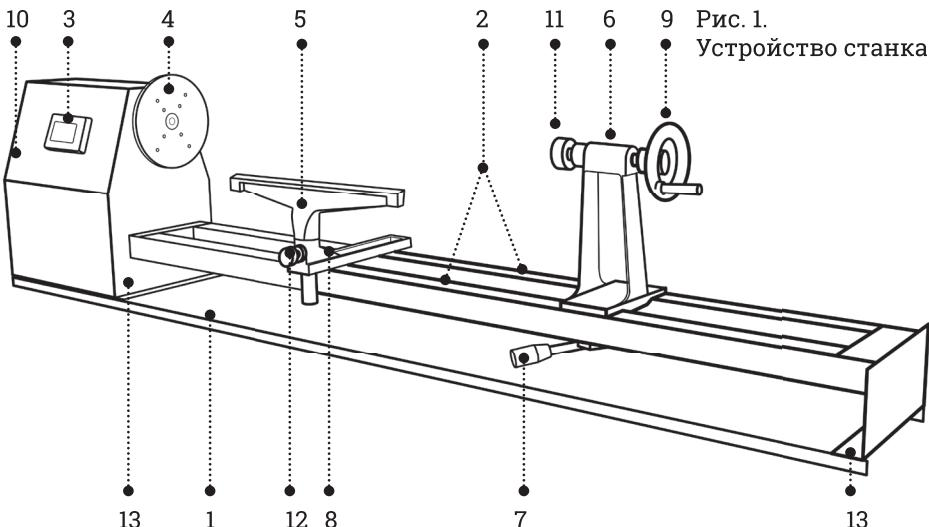
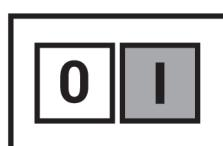
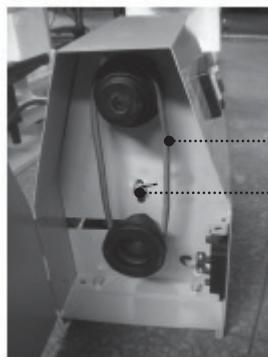

Рис. 1.
Рис. 4.
Рис. 5.
совпадающие с отверстиями крепления станка (13) (рис. 1). Надежно закрепите станок при помощи болтов (не входят в комплект поставки).
Передвиньте заднюю бабку к заготовке и прижмите центр заготовки к центру задней бабки (11) (см. рис. 1). Зафиксируйте заднюю бабку рычагом фиксации положения задней бабки (7), подожмите заготовку центром задней бабки, вращая рукоятку (9) по часовой стрелке.
Вставьте штекер сетевого кабеля в розетку. Чтобы включить станок, нажмите кнопку включения «I» (рис. 4) магнитного выключателя (3) (см. рис. 1). Для выключения нажмите кнопку «O». После окончания работ или при настройке станка отключите штекер шнура питания от сети.
Станок предлагает четыре скорости вращения шпинделя. Чтобы установить необходимую скорость вращения, нужно снять кожух двигателя (10) (см. рис. 1). Скорость вращения шпинделя меняется перемещением ремня (A) на двух шкивах (рис. 5). Возможные положения и соответствующая скорость вращения указаны на рис. 5.
Ослабьте крепежный болт электродвигателя (Б) (см. рис. 5). Установите ремень на необходимые шкивы (рис. 6.). Натяните ремни перемещением электродвигателя вниз так, чтобы при приложении нагрузки к ремню в 2 кг он прогнулся на 1 см. Зафиксируйте его, вновь затянув крепежный болт (Б).